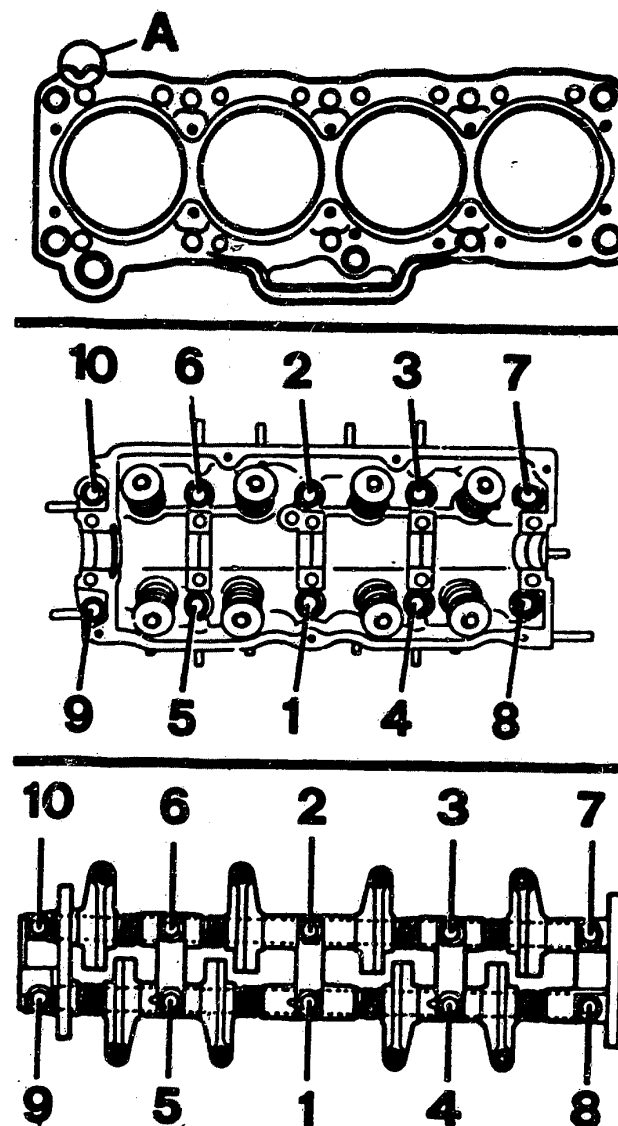

Bild 5 Oben: Markierung der Zylinderkopfdichtung für den 2,0l-Motor FE.
c) Die **Zylinderkopfdichtung** ist trocken aufzulegen. Da für den 2,0l-Motor verschiedene Dichtungen eingebaut sind, ist auf die Markierung für den FE-Motor zu achten (Bild 5). Beim Einsetzen der Zylinderkopfschrauben sind die Unterlagscheiben nicht zu vergessen. Der Anzug erfolgt in der korrekten Reihenfolge in mehreren Stufen bis auf 80...86 Nm bei kaltem Motor.
d) Die **Nockenwelle** ist fünffach im Zylinderkopf gelagert. Die Lagerdeckel dienen gleichzeitig zur Aufnahme der Kipphebelachsen. Bei deren Anzug ist die Reihenfolge in Bild 5 zu beachten. Durch Bestimmen der Nockenhöhe lässt sich die Nockenwelle auf Verschleiss prüfen. Die minimalen Masse betragen 37,957mm am Einlass- und 37,960mm am Auslassnocken. Die Durchbiegung der Nockenwelle darf maximal 0,03mm betragen.